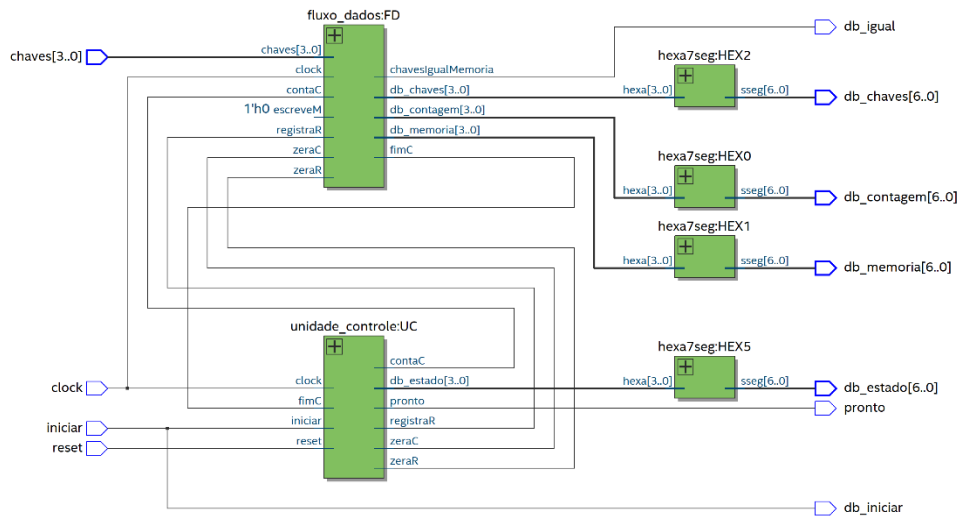

Figura 4: Diagrama de Blocos da Estrutura Interna do Circuito da Experiência
Internamente, o circuito deve ser composto por dois componentes internos, um fluxo de dados e uma unidade de controle, conforme diagrama (gerado pela ferramenta RTL Viewer do Intel Quartus Prime) apresentado na Figura 4. Os codificadores para *displays* de 7 segmentos servem para interfacear os sinais de saída do circuito para os elementos da placa FPGA.
- h) Crie um projeto no Intel Quartus Prime referente ao circuito da experiência. Documente o projeto elaborado no Planejamento. Execute a ferramenta **RTL viewer** do Intel Quartus Prime e verifique se a saída produzida é similar ao da Figura 4. Documente a saída obtida no Planejamento.